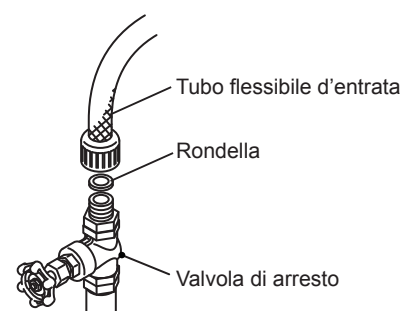

Fig. 4
- 1) Collegare l'estremità libera del tubo flessibile d'entrata alla valvola di arresto (Fig. 4), controllando che la rondella sia posizionata correttamente. Serrare a mano quanto basta a evitare perdite. È consigliabile per precauzione inserire la valvola di arresto in una posizione facilmente accessibile.
- Chiudere la valvola di arresto della linea di fornitura di acqua potabile. Vedere Fig. 4.